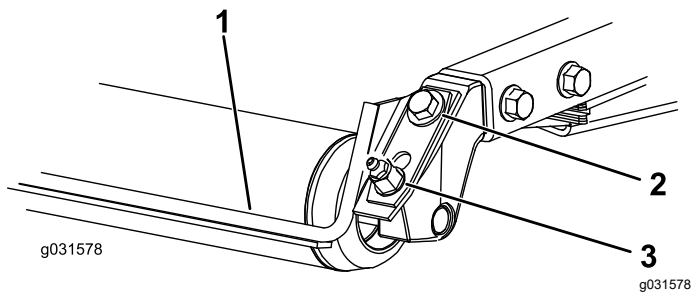

Bild 9
1. Lösen Sie die Schmiernippel und Befestigungsschraube (Bild 9).